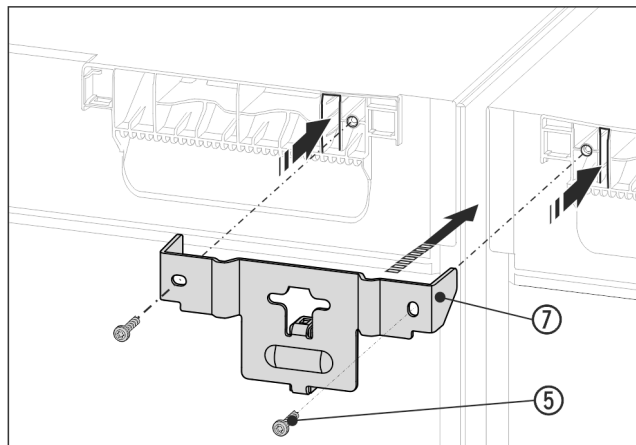

Fig. 13 Примерное отображение
- ▶ Надвиньте угол Fig. 13 (7) с помощью распорной детали между устройствами и накладками в крышку устройства. Прикрутите 2 винтами Fig. 13 (5).